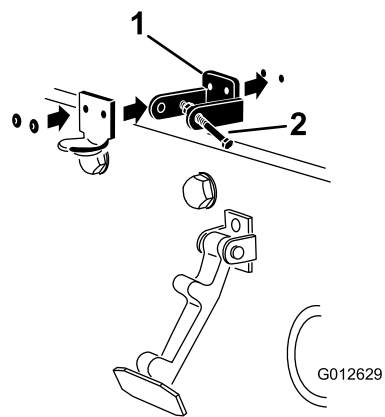

图4
3. 对准安装孔的同时将 CE 锁定支架和机罩门锁支架放到机罩上图4。
5. 用铆钉将支架和垫圈铆定到机罩 (图4)。